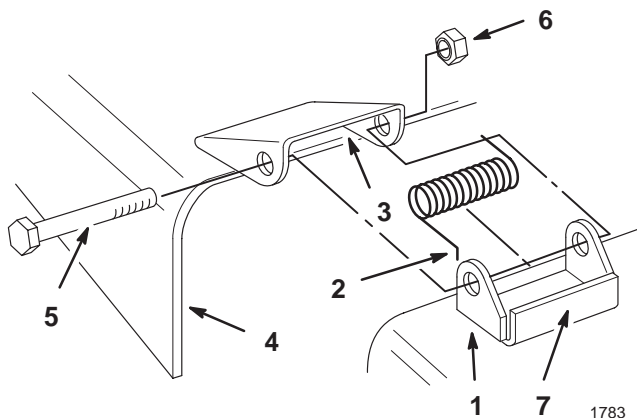

Bild 2
1. Setzen Sie die Federn in die Mähwerkhalterungen, und zwar mit den Hakenenden über der erhobenen Rückseite (Bild 2).
2. Richten Sie das Ablenkblech mit den Löchern in den Halterungen und den geraden Enden der Feder unter dem Scharnier sowie über dem Ablenkblech aus (Bild 2).
3. Befestigen Sie das Ablenkblech mit den 2 Schrauben (3/8 x 3-1/2 Zoll) und den 2 Sicherungsmuttern (3/8 Zoll) an der Halterung (Bild 2).